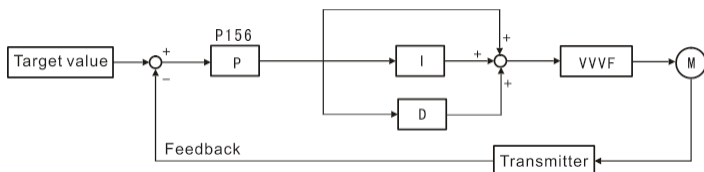

Figura 6-18: Diagrama de bloques del control PID
- El bloque de control PID se muestra en la figura 6-18: